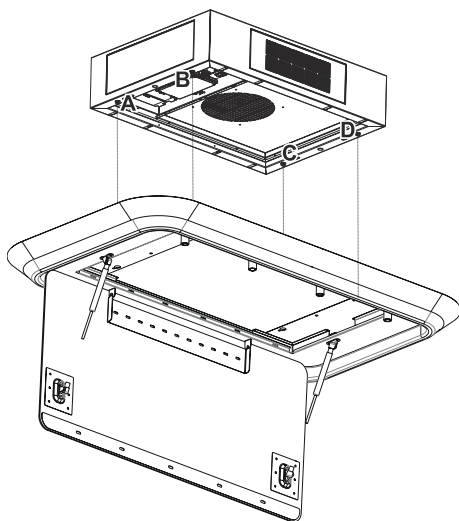

Abb. 13
- 3.** An der Motobox befinden sich an den Punkten A,B,C,D 4 Schrauben für die Unterplattenmontage (Abb. 13).
Montieren Sie an den 4 Schrauben die Unterplatte. (Abb. 13).